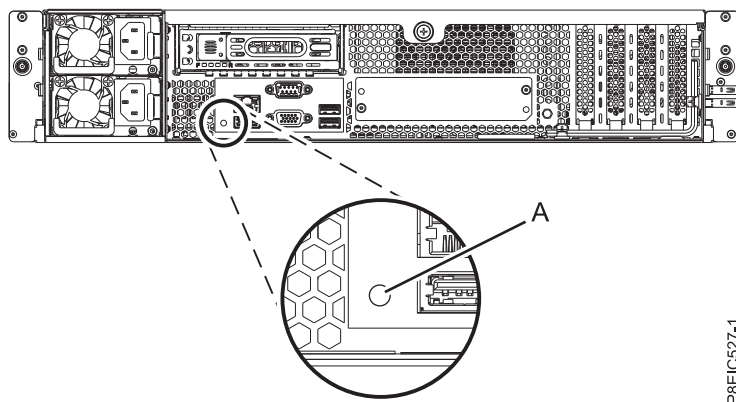

図 44. 8348-21C システムの背面の LED
LED はシステムの背面にもあります (図 44 を参照)。識別 LED は (A) にあります。